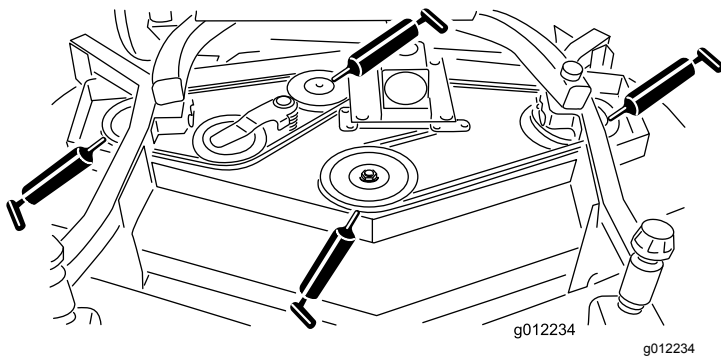

図 17
- ・ スピンドルのシャフトのベアリング3ヶ所プーリの下(図 17)
- アイドラームのシャフトのベアリング(図 17)